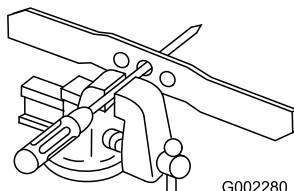

Figura 33
1. Compruebe el equilibrio de la cuchilla colocando el taladro central de la cuchilla sobre un clavo o un destornillador fijado horizontalmente en un torno de banco (Figura 33).